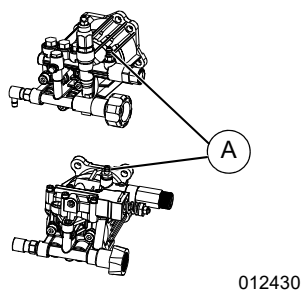

Figura 2-6. Conecte el tubo de sifón
6. Consulte la **Figura 2-6**. Conecte el tubo de sifón en la conexión del tubo de sifón (A).